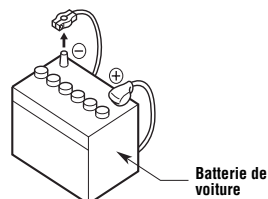

Figure 1
3. Veillez à débrancher la borne de la batterie avant de commencer. Ceci afin d'empêcher les courts-circuits pendant l'installation. (Figure 1)